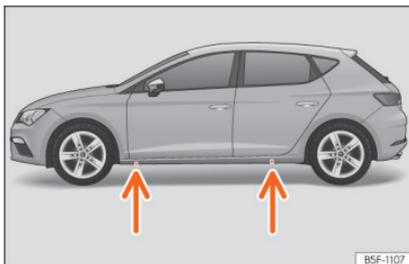

Abb. 78 Querträger: Marken.
- Suchen Sie am Längsträger die Markierung des Aufnahmepunktes für den Wagenheber (Eindrückung), die dem zu wechselnden Rad am nächsten liegt »» Abb. 78.